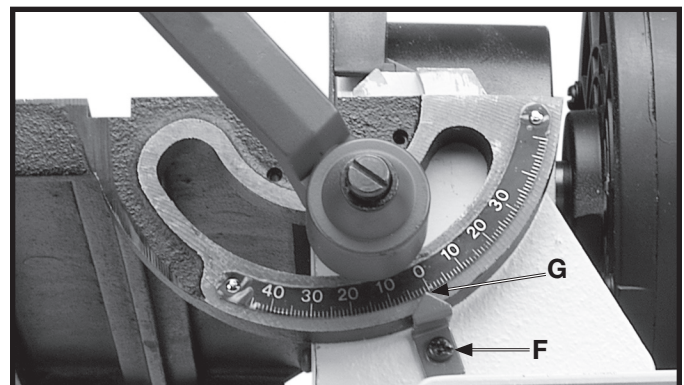

Fig. 30
Par la suite, desserrer la vis (F) fig. 30, et régler le pointeur (G) à la marque de zéro degré sur l'échelle de la table.